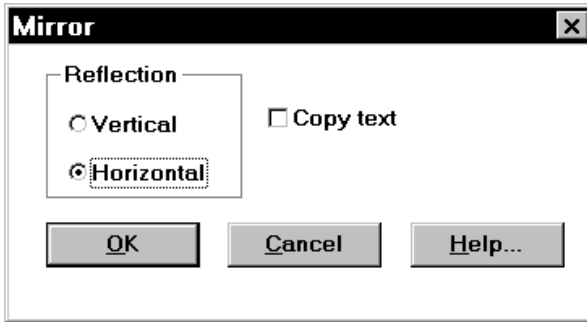

Figura 12. Cuadro de diálogo para realizar una inversión de la selección
- b) **Mirror Box...** (Imagen espejo). Esta opción hace aparecer el cuadro de diálogo de la Figura 12 en el que se puede crear una imagen espejo horizontal o verticalmente de los objetos seleccionados.